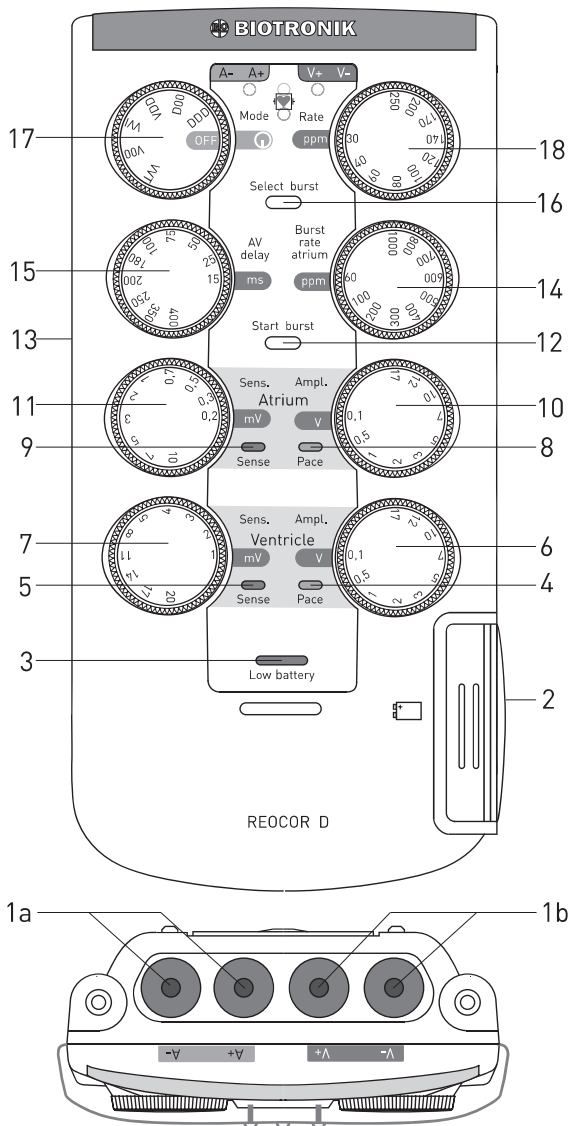

Рисунок 1: Панель управления и разъемы для подключения электродов ЭКС Reocor D
Порядок запуска устройства Reosor D идентичен для любого из выбираемых режимов стимуляции. Этапы работы следует выполнять в следующем порядке (цифры в скобках приведены с ссылкой на Рисунок 1 на стр. 14).
- Установите требуемое значение базовой частоты стимуляции с помощью поворотного регулятора 18 (Рисунок 1);
- Установите требуемое значение АВ-задержки с помощью поворотного регулятора 15 (Рисунок 1);
- Установите требуемые значения амплитуды стимуляции предсердного и желудочкового каналов — поворотные регуляторы 10 и 6, соответственно (Рисунок 1);
- Выберите требуемый режим стимуляции с помощью поворотного регулятора 17 (Рисунок 1). Устройство будет активировано;
- Если светодиодный индикатор низкого заряда батареи № 3 (Рисунок 1) мигает, необходимо заменить батарею (для замены батареи см. стр. 21);
- Подключите электроды, желтый светодиодный индикатор предсердной стимуляции № 8 (Рисунок 1) и желтый светодиодный индикатор желудочковой стимуляции № 4 (Рисунок 1) будут мигать синхронно с нанесением устройством предсердных и желудочковых импульсов;
- Установите значения чувствительности для предсердного и желудочкового каналов при помощи поворотных регуляторов 11 и 7, соответственно (Рисунок 1). Зеленый светодиодный индикатор регистрируемой активности предсердия № 9 и желудочка № 5 (Рисунок 1) будут мигать синхронно с регистрируемыми устройством собственными сокращениями сердца в соответствующих камерах;
Включение светодиодного индикатора № 3 (Рисунок 1) означает истощение заряда батареи. При использовании батареи модели MN 1604 производителя Duracell® Procell® остается около 36 часов непрерывной работы. Однако батарею следует заменить как можно скорее.
Батарейный отсек (2, Рисунок 1) расположен с правой стороны устройства и может быть открыт нажатием синего ползунка вверх и вытягиванием выдвижного ящика вправо. Осторожно извлеките батарею.